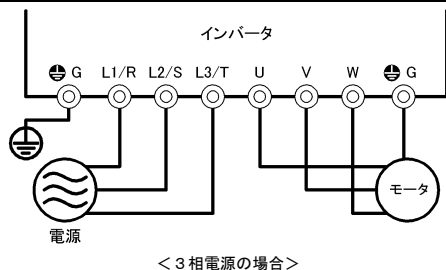

図 4.1 主回路端子の接続図
- (1) 主電源入力端子 (L1/R, L2/S, L3/T), インバータ出力端子 (U, V, W) およびインバータ接地端子 (G) は正しく接続されていますか。(図 4.1 参照)